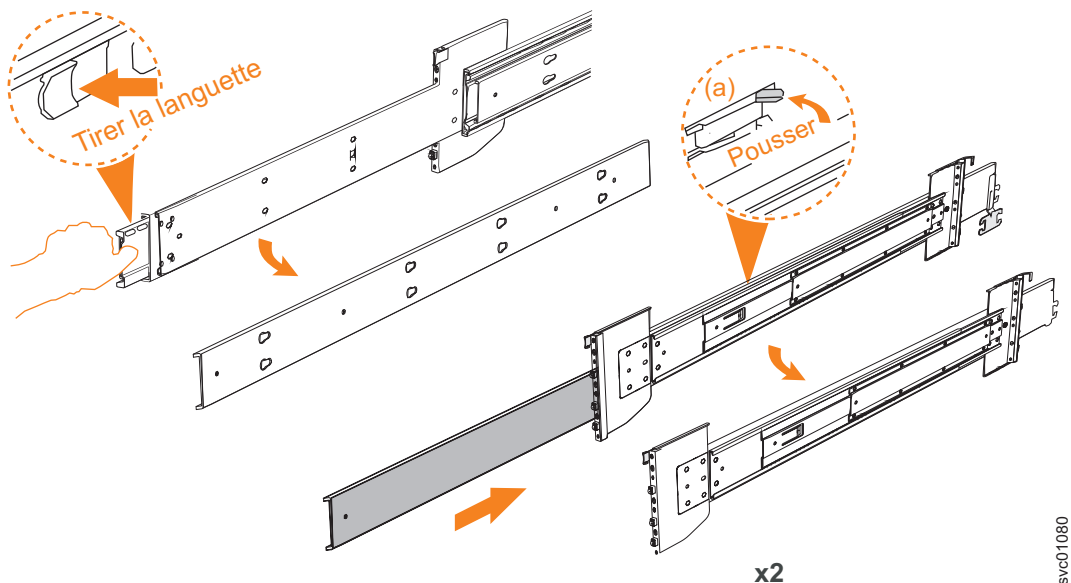

Figure 55. Dissociation de l'élément de glissière interne
3. Retirez l'élément interne de la glissière. Poussez la languette (**a**) et faites glisser le longeron central vers l'arrière, comme indiqué dans la figure 55, à la page 66.